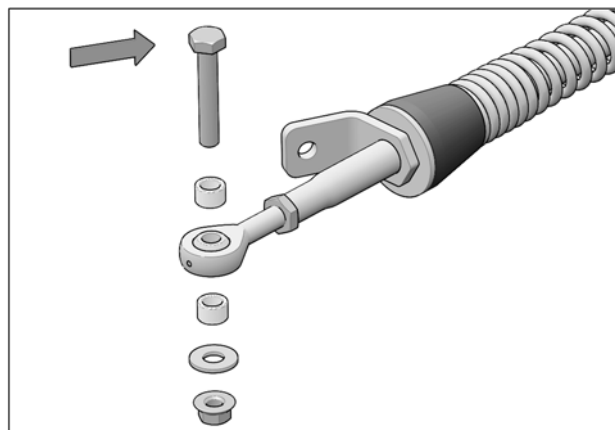

Fig. 3
- Retirer les boulons, rondelles, espaceurs et écrous installés aux rotules des bras stabilisateurs des systèmes arrière. Voir la Fig. 3